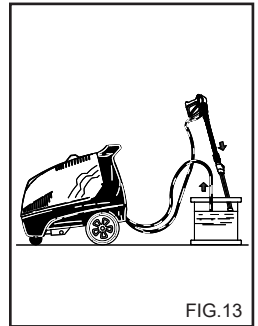

FIG.13
**ANVENDELSE AF FROSTVÆSKE (fig. 13)**